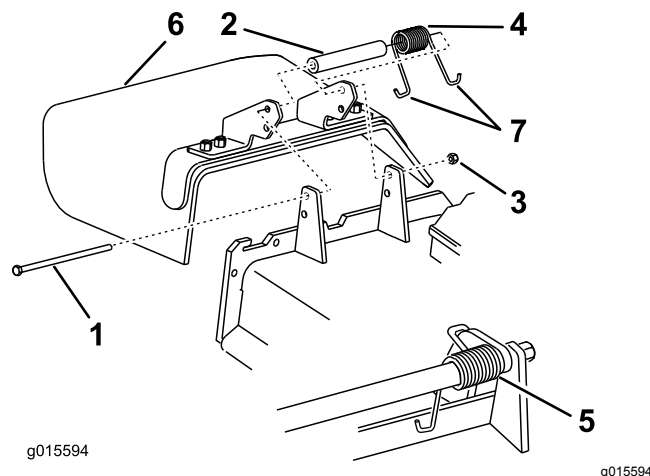

Figura 93
1. Togliete il dado di bloccaggio, il bullone, la molla e il distanziale che fissano il deflettore alle staffe orientabili del tosaerba (Figura 93).
Nota: Verificate che un'estremità a gancio J della molla si trovi dietro il bordo del piatto di taglio prima di montare il bullone, come illustrato nella Figura 93.
6. Infilate l'estremità a gancio J della molla attorno al deflettore dello sfalcio (Figura 93).